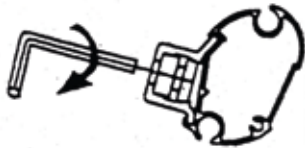

FIG 5A
- Déroulez le store (environ 0,5m) et fixez les bras à la barre de charge (FIG. 5A)